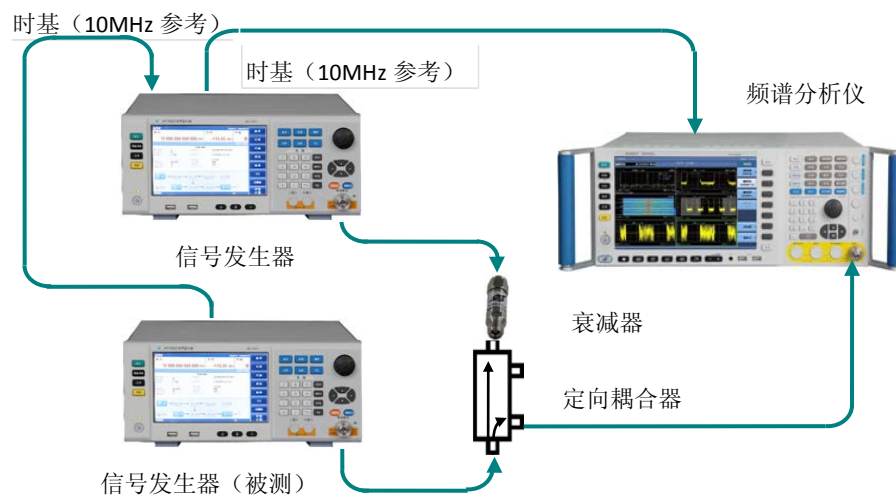

图 8.10 输出端口源驻波比测试连接图
1) 按图 8.10 连接测试设备。被测信号发生器设置为内稳幅连续波输出状态，频率 2GHz，输出功率为 0dBm。